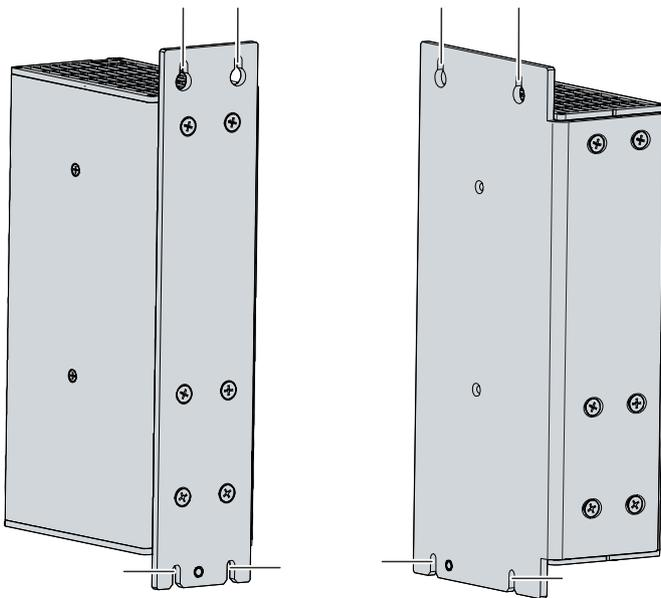

Abb. 12: Schaltschrankeinbau
2. Hängen Sie den PC an den gekennzeichneten Stellen der Montageplatte (siehe Abb. 12) auf die Schrauben.